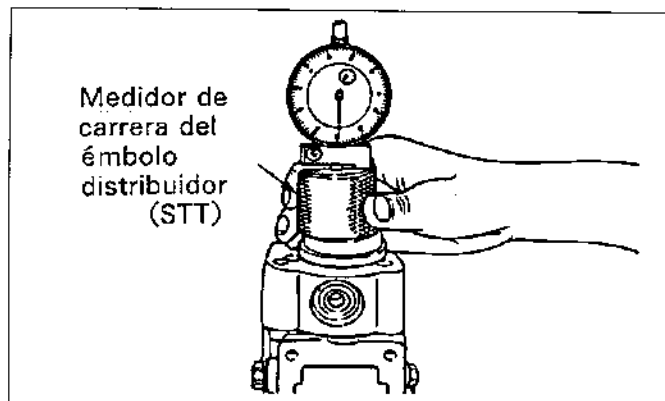

Figura.14-29
(4) Monte el medidor de la carrera del émbolo distribuidor (STT) en la sección montada en el paso (2) como se ilustra en la figura.14-29.